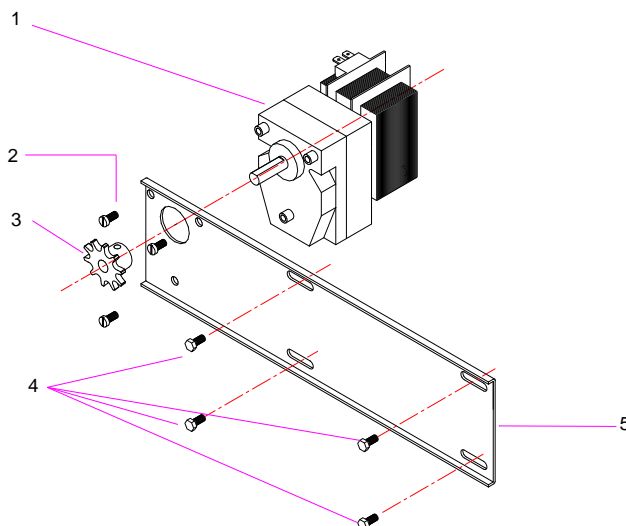

Fig. 10
- Aflojar los tornillos (4) Fig 10, para extraer la cadena que une el piñón (3) con el eje de primera espada.
- Una vez extraída la cadena soltar totalmente los tornillos (4) para sacar el soporte de motor (5) junto con el motor-reductor.
- Aflojar el tornillo que fija el piñón (3) al eje del motor-reductor para extraerlo del eje, suelte totalmente los tornillos (2) para desmontar el motor-reductor del soporte.